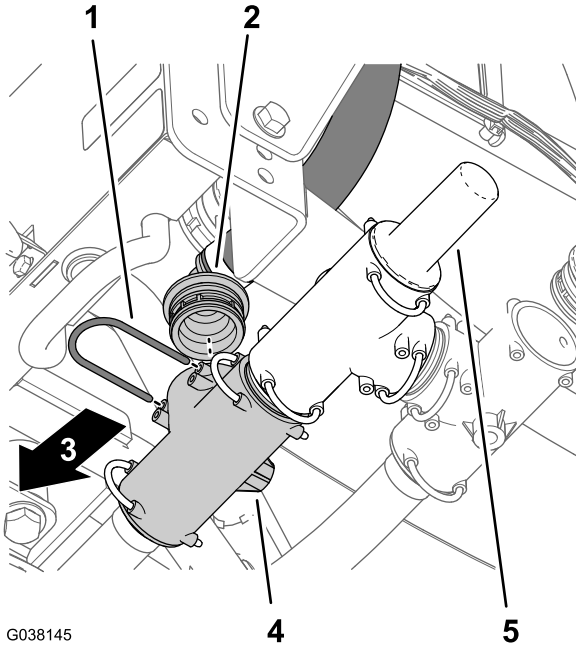

Figura 24
3. Retire la horquilla de retención que sujeta el acoplamiento dentado de 90° de la manguera de alimentación del fumigador al acoplamiento en T situado delante de la válvula de alivio de presión (Figura 24).
4. Retire el acoplamiento dentado de 90° del acoplamiento en T (Figura 24).